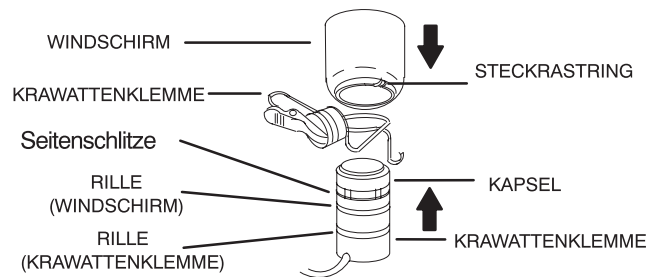

ABBILDUNG 1
1. Den Oberteil des Mikrofons von unten durch die Krawattenklemmschleife einführen, bis diese in der unteren Rille am Mikrofon einschnappt. Siehe Abbildung 1.
Die Mikrofone MX183BP, MX184BP und MX185BP verfügen über austauschbare Kapseln. Zur Entnahme der Kapsel diese vom Mikrofongehäuse abschrauben, wie in Abbildung 1 dargestellt. Die Ersatzkapsel einbauen, indem sie auf das Mikrofongehäuse aufgeschraubt wird.